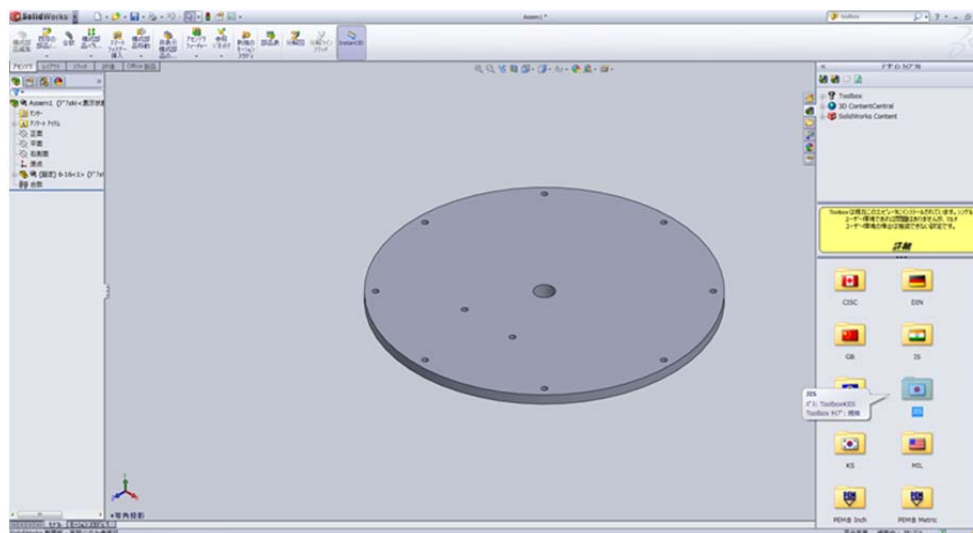
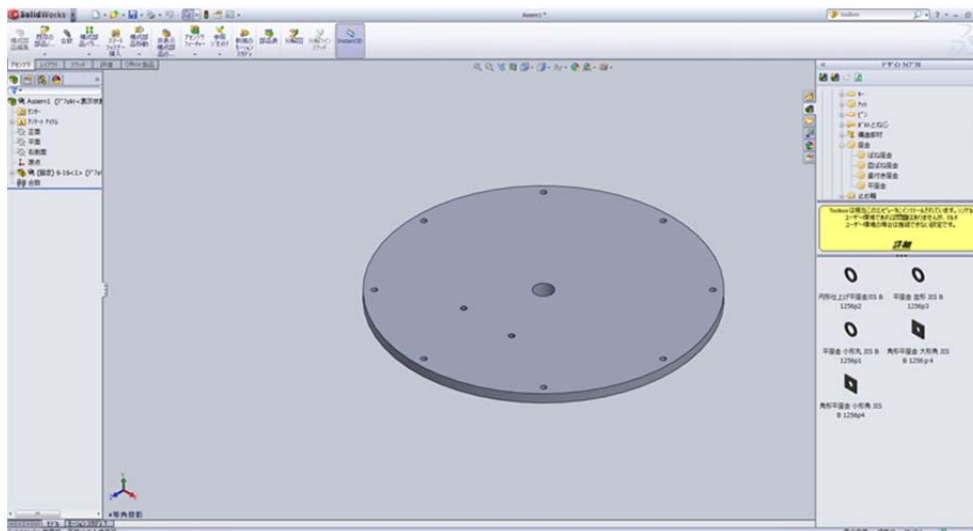

図 3.
図 4.
- ② Toolbox をクリックすると様々な国の規格が表示される。ここでは「JIS」を選択する (図 3). 次に「座金」, 「平座金」と選択していくと 5 種類の平座金が表示される (図 4). 座金は用途に合わせて選択すればよい.